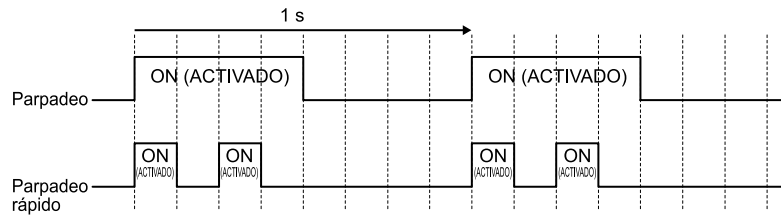

Figura 5.5 Estados de parpadeo del LED
*1 Consulte en Figura 5.5 la diferencia entre "parpadeo" y "parpadeo rápido".